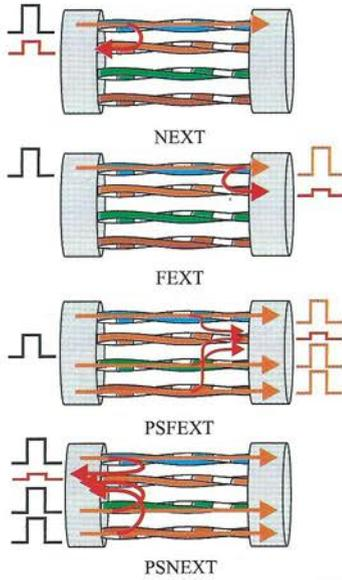

Figura 6.54. Parámetros relacionados con la diafonía.
- **Diafonía (CrossTalk).** La diafonía representa la señal que se induce en un cable por influencia electromagnética del resto de cables que lo rodean. En las medidas relacionadas con la diafonía (Figura 6.54), cada par de cables se mide en relación a la influencia del resto de pares. Los parámetros más importantes relacionados con la diafonía son los siguientes: